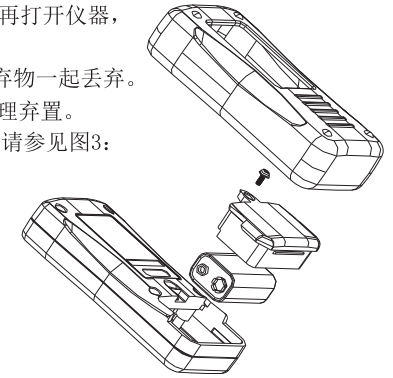

图3
- UT261B使用的是9V/6F22电池。请按照以下步骤更换电池并请参见图3：